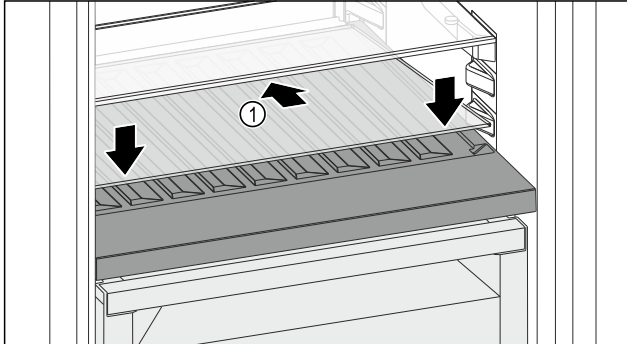

Fig. 147
- Placer la plaque de verre Fig. 147 (1) en biais et inclinée vers le bas.
- Abaisser l'avant de la plaque de verre Fig. 147 (1).